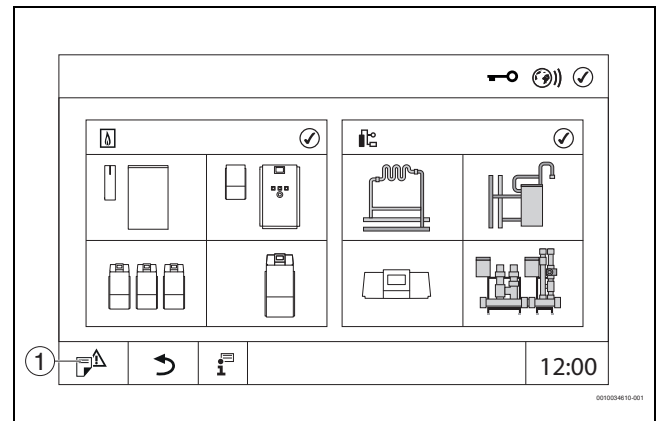

Bild 18 Servicemenü aufrufen (Beispiel)
- ▶ Symbol (→ Bild 18, [1]) ca. 5 Sekunden gedrückt halten.